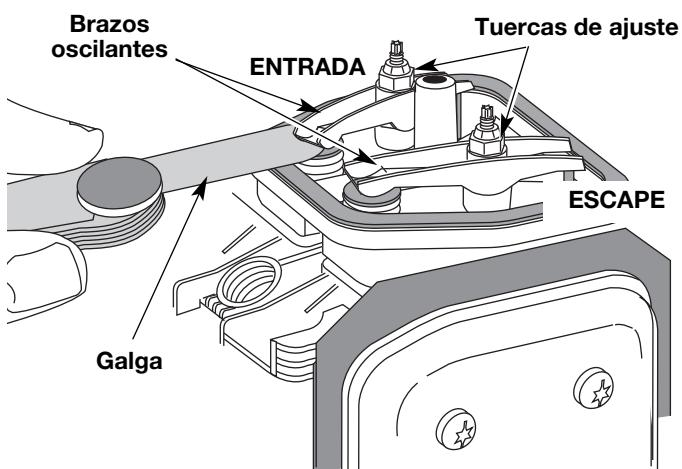

Fig. 38
8. Deslice la galga entre el brazo oscilante y el resorte de retorno de la válvula. Mida el hueco entre el vástago de la válvula y el brazo oscilante (Fig. 38). Realice esto en las válvulas de entrada y de escape
El hueco recomendado para las válvulas de entrada y de escape es 0,076 – 0,152 mm (0,003 – 0,006 pulgadas). Use un calibrador regular de automóvil de 0,127 mm (0,005 pulgadas). El calibrador debe deslizarse entre el balancín y el vástago de la válvula con una ligera cantidad de resistencia, sin doblarse (Fig. 38 & 39).